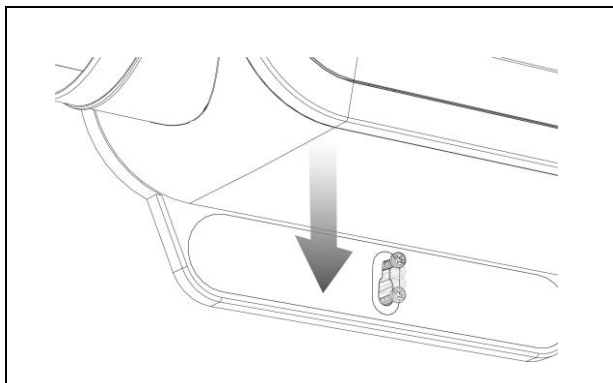

Рис. 5
- Сдвиньте вентилятор до упора по направлению к узкой части проушины крепления (рис. 5).